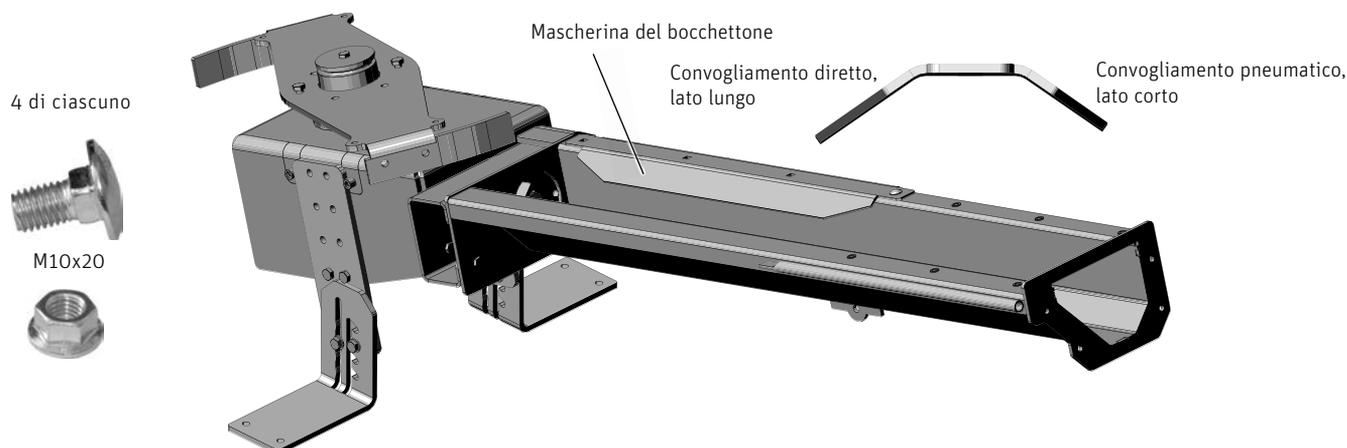

Fig. 122 Montare la mascherina del bocchettone
- La mascherina del bocchettone nel pozzetto di prelievo è premontata con 4 viti con testa a calotta piatta e quadro sotto-testa M10x20 e dado flangiato – Fig. 122.